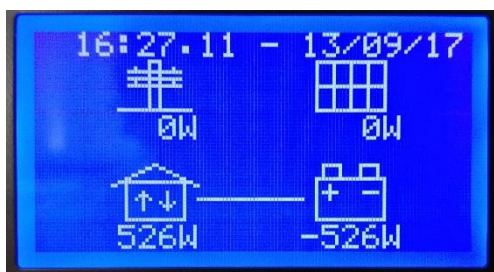

Figura 34 - Schermata iniziale
9. Premere il tasto “ESC” fino a quando non si torna nella schermata principale con le 4 icone (Figura 34).